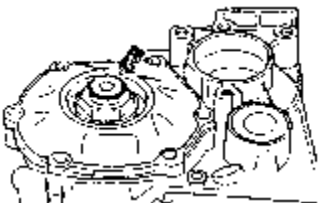

图 7-198 装入六角螺母
6) 装入传动小齿轮轴的盖板，装入锥形滚柱轴承内圈并且将六角螺母旋到传动小齿轮轴上，如图 7-198 所示。拧紧传动小齿轮轴盖板上的 4 个螺栓至 $25\text{N} \cdot \text{m}$ 。啮合驻车锁止机构。